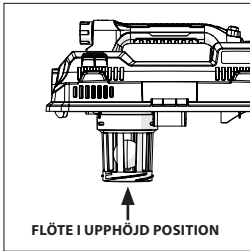

FIG. 3
- Den här våt-/torrdammsugaren är utrustad med en flytmekanism som automatiskt kommer att höjas för att stänga av luftflödet när vätskan i tanken når en förutbestämd nivå. När detta inträffar, stäng av dammsugaren, ta bort batteriet och töm dammtanken. Du kommer att veta att flödet har stängt av luftflödet för att sugkraften minskar och motorns ljud kommer att vara högre i ton på grund av ökad motorhastighet. Vätskekapaciteten kan variera med uppsamlingshastigheten. (Fig. 3)